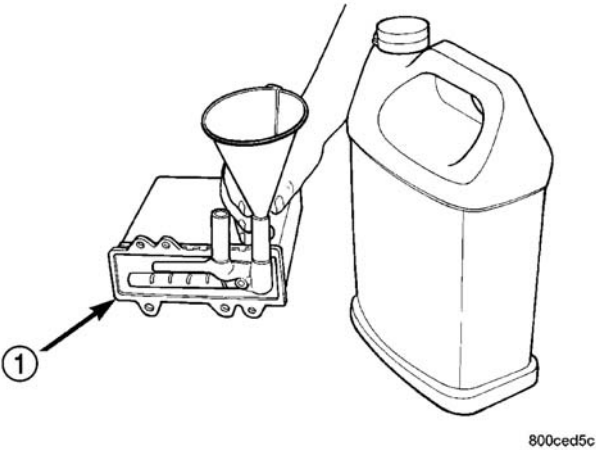

图 4 预加注加热器芯—典型形式
- （3）将合适的漏斗小端插入加热器芯的上软管接头中（图4）。